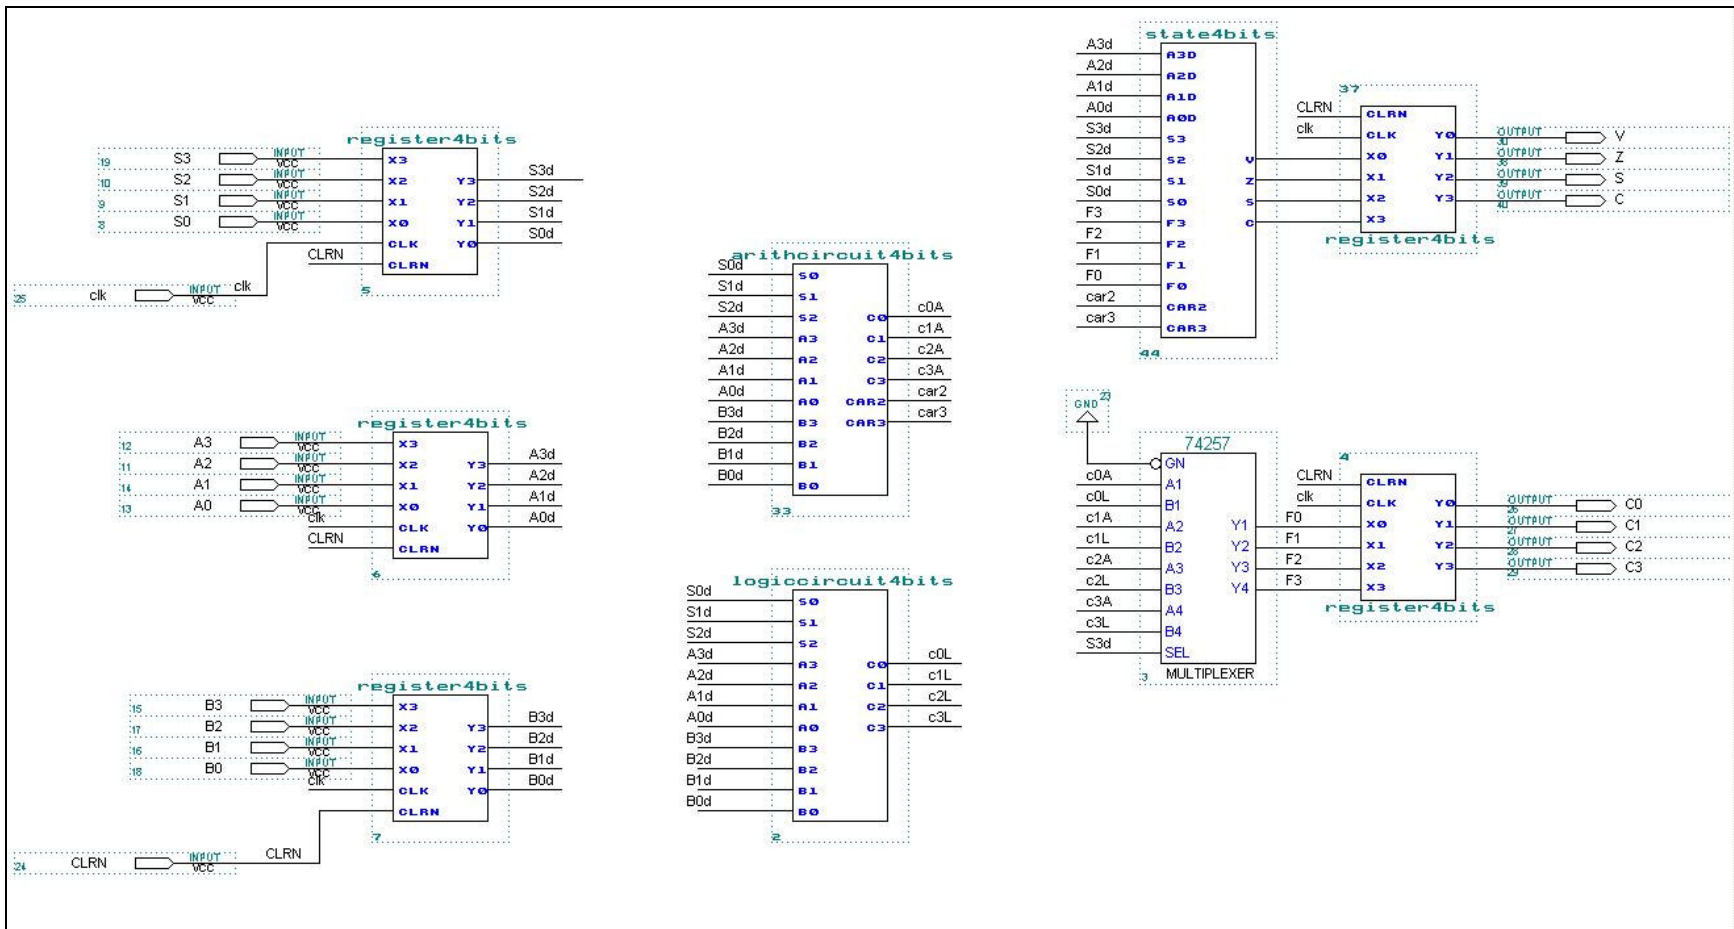

Figure 8: Schéma de l'ALU complet
8. Combinez vos registres, votre circuit arithmétique et logique avec un multiplexeur 74257 (**ou lpm_mux**) dans un fichier de haut niveau similaire à celui présenté sur la Figure 8 (voir à la dernière page de ce document). Il est tout à fait possible que votre diagramme diffère légèrement, suivant les conventions et noms que vous avez utilisés pour votre conception, et les symboles que vous avez créés.